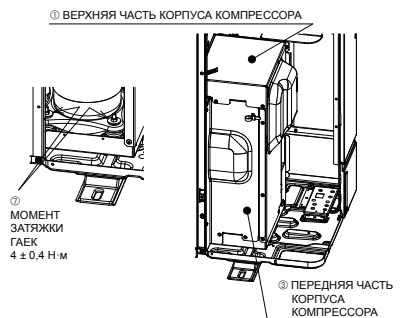

Fig. 4-2
- Снять элементы фиксации КОМПРЕССОРА, затяните гайки и установите на место ВЕРХНЮЮ ЧАСТЬ КОРПУСА КОМПРЕССОРА и ПЕРЕДНЮЮ ЧАСТЬ КОРПУСА КОМПРЕССОРА. (Fig. 4-2)